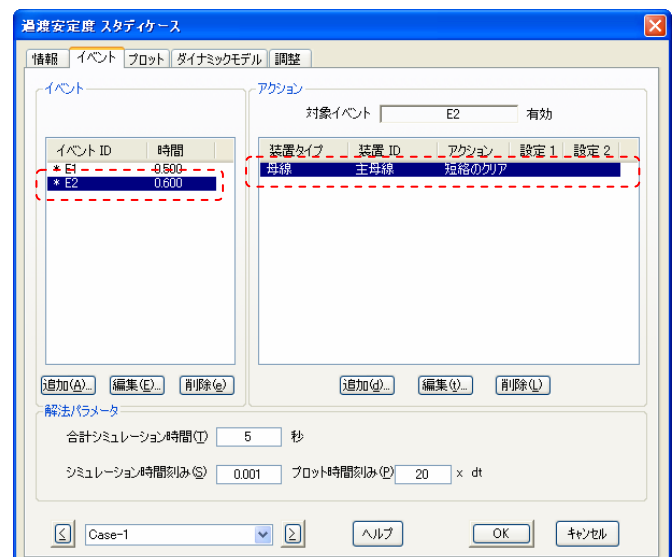

図 8
13. ステップ 10、11 の手順でイベント “E2” のアクションエディターを入力します。“アクションエディター” ダイアログボックスに以下のデータを入力します。 図 8 参照